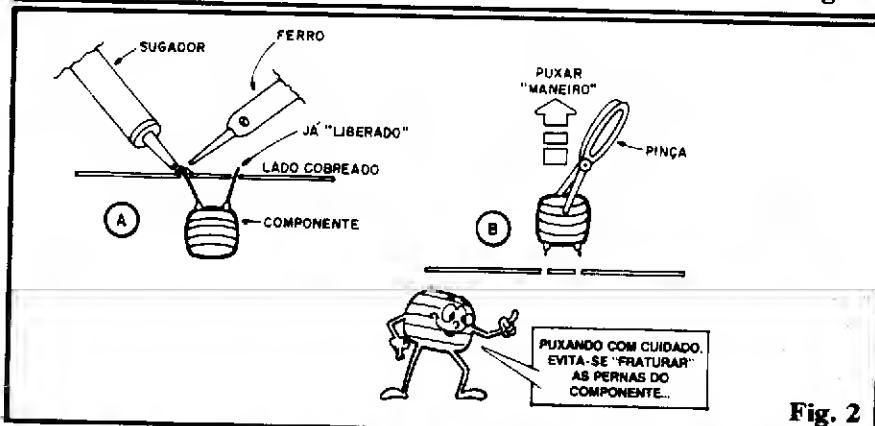

Fig. 2
- FIG. 2 - A REMOÇÃO - Não há como "fugir" disso: será necessária a posse de um sugador de solda (ferramenta já explicada no TRUQUES & DICAS da 2ª "Aula" do ABC...). Quem tentar fazer tudo "na mão", verá que o trabalho será grande, e os resultados
péssimos... O sugador, como ferramenta essencial na bancada, não será uma aquisição "tonta" ou desvantajosa, sob nenhum aspecto. Aproveitem para escolher um de boa qualidade, já que, juntamente com um bom soldador, alicates de bico, de corte e tipo "pinça", um estilete e algumas chaves de fenda, forma o conjunto de necessidades básicas, quanto a ferramental, para se "viver" a Eletrônica, em qualquer nível. A fig. 2 mostra (em A) como a remoção do componente começa: com o lado cobreado da placa já bem limpo, aplique a ponta do ferro de soldar à junção que se pretenda "liberar". Assim que a solda fundir-se, imediatamente aplique a ponta do sugador e acione o seu êmbolo de sucção. Afaste ambas as ferramentas (ferro e sugador) e verifique que a ilha cobreada e a pontinha do terminal do componente deverão mostrar-se limpas (apenas com um certo "prateamento" determinado por finíssima camada da liga de solda que permanece revestindo as áreas metálicas. Depois de liberados **todos** os terminais do componente em questão, puxe-o (pelo lado não cobreado da pla-